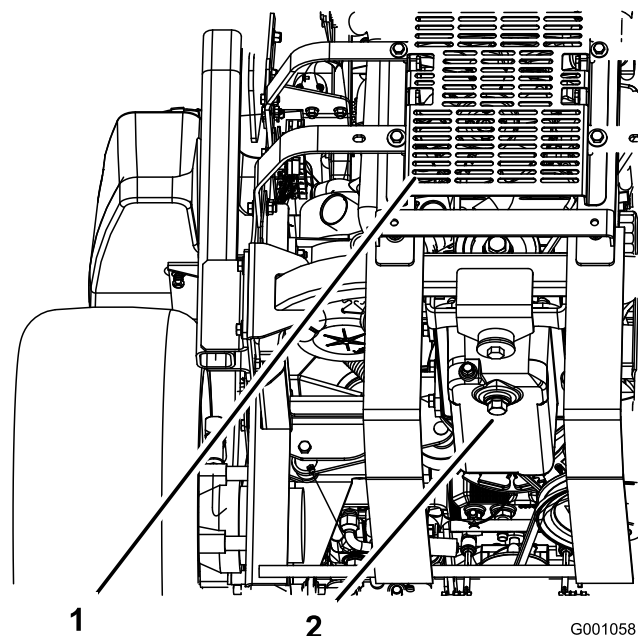

Figura 41
5. Coloque un recipiente debajo del orificio de drenaje de aceite. Retire el tapón de vaciado y deje que el aceite se drene completamente (Figura 41).